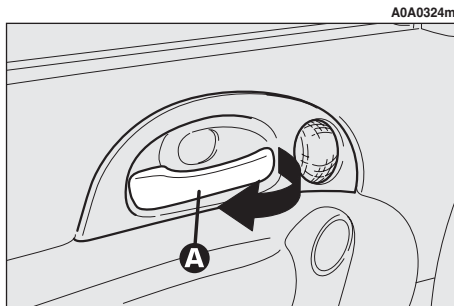

fig. 11
– Pour ouvrir la porte, tirer la poignée (**A-fig. 11**).